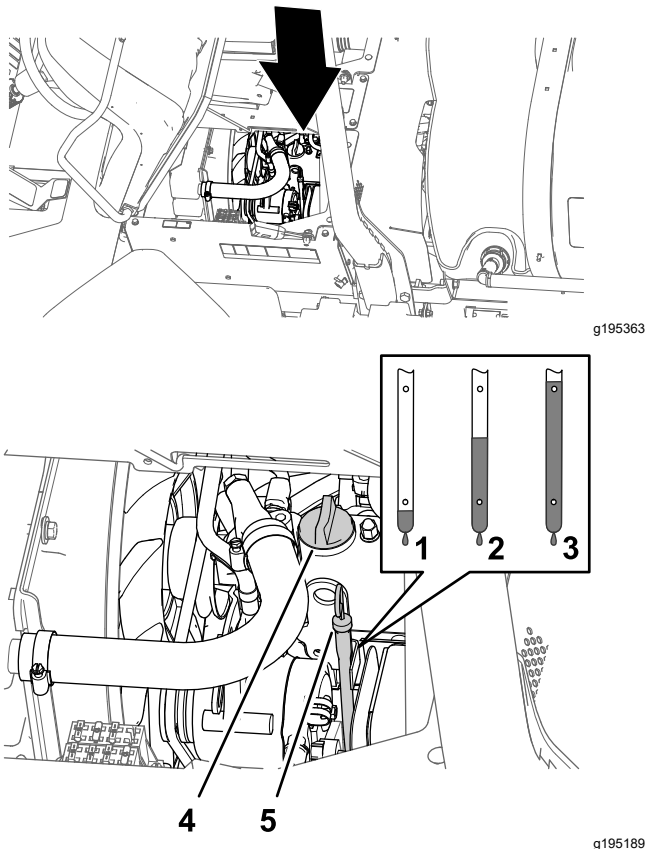

Figura 111
2. Retire la varilla, ubicada debajo del asiento del pasajero, y límpiela con un paño limpio (Figura 111).
3. Si el nivel de aceite es bajo, retire el tapón de llenado de la tapa de válvulas (Figura 111) y vierta aceite por el cuello de llenado hasta que el aceite llegue a la marca Lleno de la varilla.
4. Coloque el tapón de llenado de aceite (Figura 111).
5. Coloque la varilla firmemente (Figura 111).